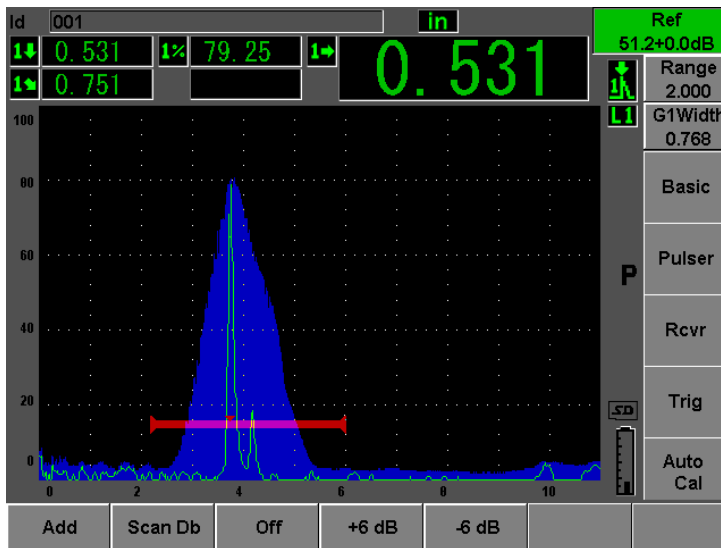

図 10-25 基準ゲインの設定
5. 基準ゲイン (**Ref**) をオンにしたら、“**加算 : Add**”、“**基準 / 補正 : Scan dB**”、“**+6 dB**”、“**-6 dB**”、“**オフ : Off**” パラメータを使用し、ゲイン調整を行います (192 ページ図 10-25 参照)。これらの機能に関する詳しい情報については、121 ページ 6.3 を参照してください。